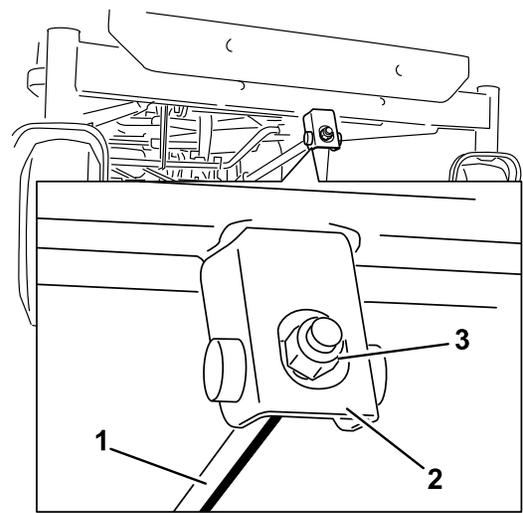

Figura 65
6. Para ajustar la inclinación longitudinal, gire la tuerca de ajuste de la parte delantera del cortacésped (Figura 65).